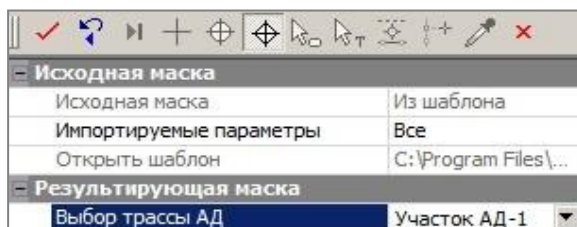

Рис. 10.2
- **Результующую маску** – проектную ось дороги по всей длине (при необходимости можно выбрать участок трассы) укажите на плане или выберите из списка в окне параметров (рис. 10.2).